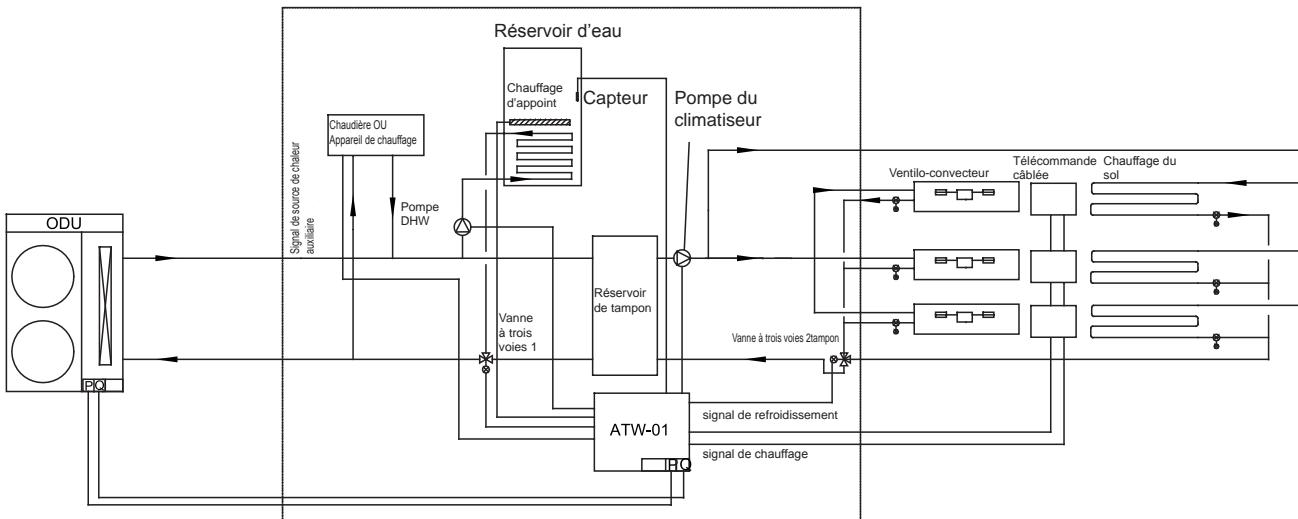

Fig.3 DHW contrôlé par YR-E27
- YR-E27 avec la sonde de température DHW (Raccordée au CN31) qui sera insérée dans le réservoir DHW tandis que le PCB BM1-1 extérieur sera réglé sur OFF (Fig.3) ;